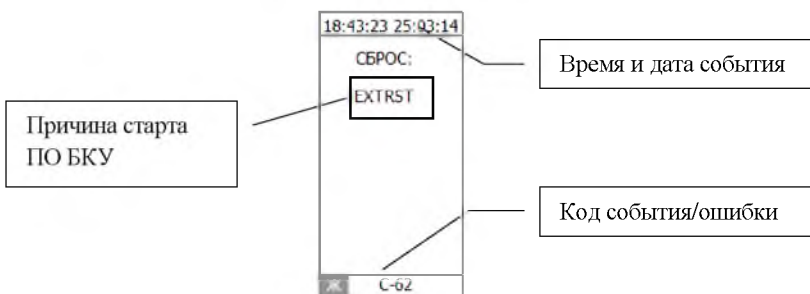

Рис. 28 Архивный слайд для события «С»
• Для события с буквенным кодом «С» (Старт ПО БКУ) в поле события отображаются строка с указанием причины перезагрузки ПО (рис. 28):